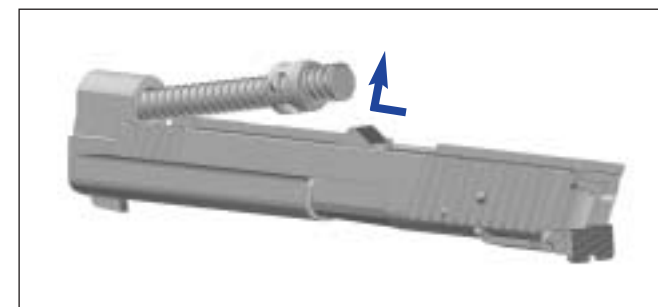

Fig. 11
7. Empujar hacia delante la guía del muelle recuperador 61, levantarla con cuidado hacia arriba y retirar el muelle recuperador 62, junto con la guía del muelle recuperador 61, de la corredera 50 (fig. 11).